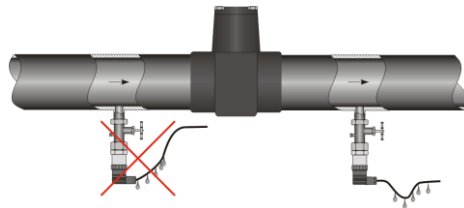

Рисунок 1. Неправильная (слева) и правильная (справа) прокладка кабеля датчика.
4.2. При прокладке питающих и сигнальных линий следует исключить возможность попадания конденсата на кабельный ввод датчика (см. рис. 1.).